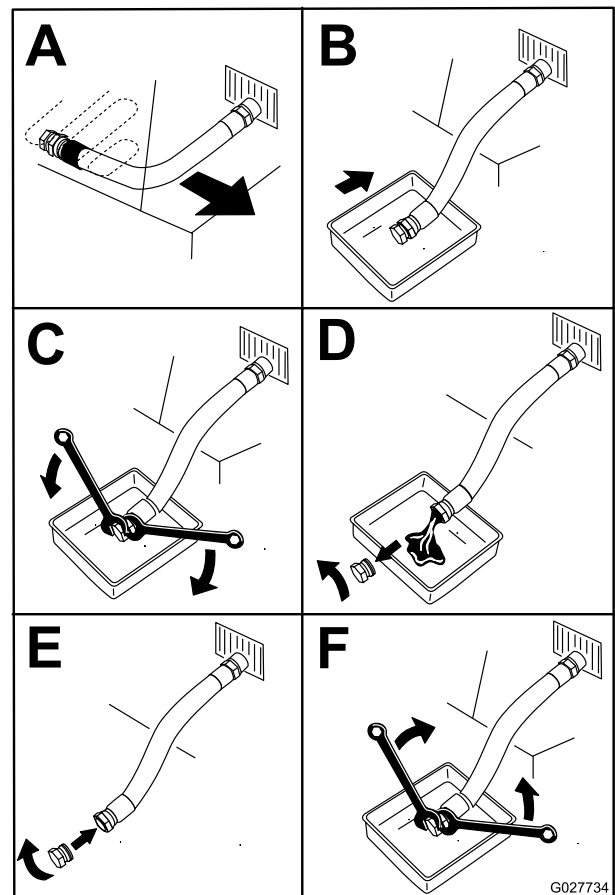

Figure 53
3. Avant de quitter la position d'utilisation, coupez le moteur, enlevez la clé de contact et attendez l'arrêt de toutes les pièces mobiles (Figure 53).